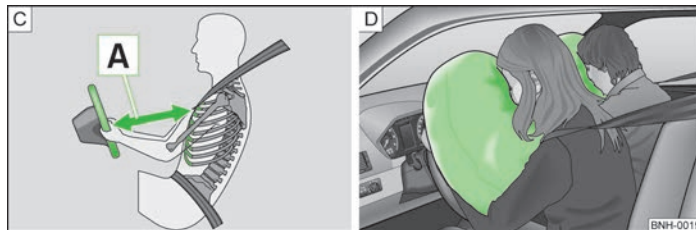

Fig. 83 Distanța sigură față de volan/airbaguri umplute cu gaz
Prin declanșarea airbagurilor, acestea se umplu cu gaz și se desfac în fața șoferului și pasagerului față » fig. 83 - [D]. Airbagul umflat amortizează mișcarea spre înainte a pasagerilor reducând astfel riscul de rănire în zona capului și a pieptului. ▶
- Atât pentru șofer cât și pentru pasagerul față este important să păstreze o distanță de aproximativ 25 cm față de volan, respectiv de planșa de bord **A** » fig. 83. Dacă nu se respectă această distanță, sistemul airbag nu își poate exercita eficiența maximă – Pericol! Pe lângă acestea, scaunele din față și tertierele trebuie să fie întotdeauna reglate în funcție de mărimea corpului.